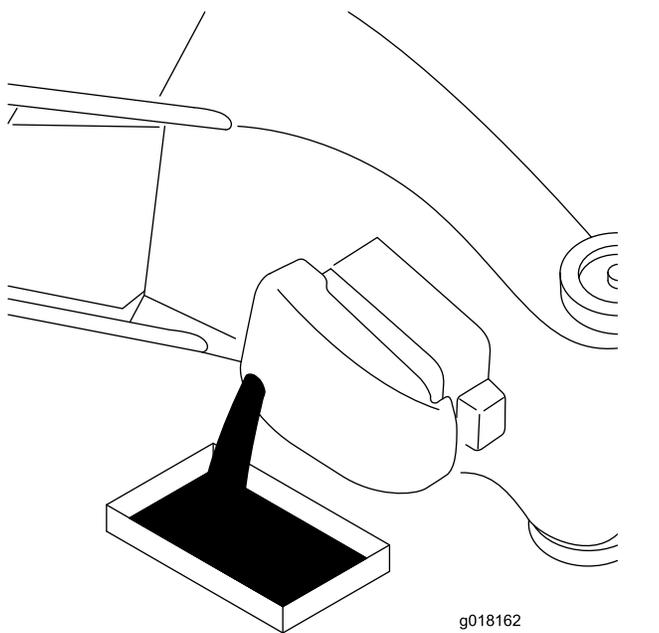

Figura 18
3. Inclinate il tosaerba sul fianco, con il filtro dell'aria in alto, per scaricare l'olio usato attraverso il tubo di riempimento (Figura 18).